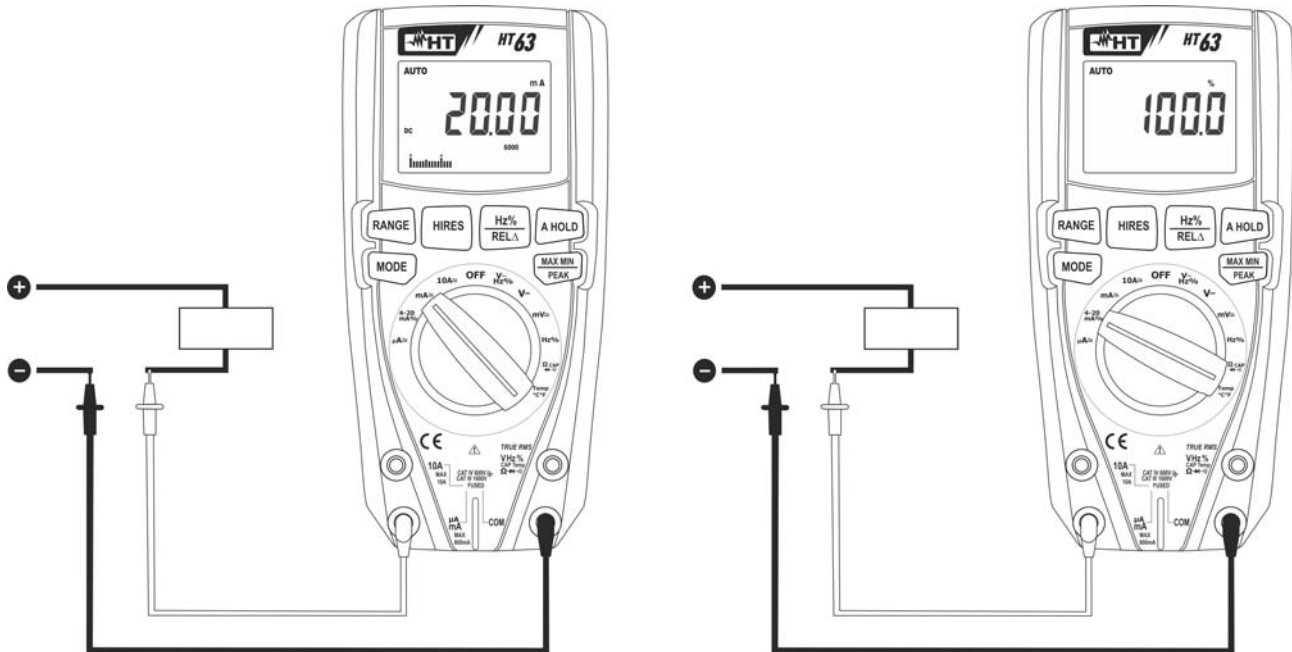

Fig. 9: Uso del instrumento para medida de Corriente CC y lectura 4-20mA%
4. Conecte la punta roja y la punta negra en serie al circuito del que se quiere medir la corriente respetando la polaridad y el sentido de la corriente (vea Fig. 9)
6. El valor de la corriente CC (vea Fig. 9 – parte derecha) se muestra en pantalla
7. El valor de la lectura 4-20mA% (0mA = -25%, 4mA = 0%, 20mA = 100% y 24mA = 125%) (vea Fig. 9 – parte derecha) se muestra en pantalla. La barra grafica no está activa en esta función
9. La visualización del símbolo "-" en el visualizador del instrumento indica que la corriente tiene sentido opuesto respecto a la conexión de Fig. 9